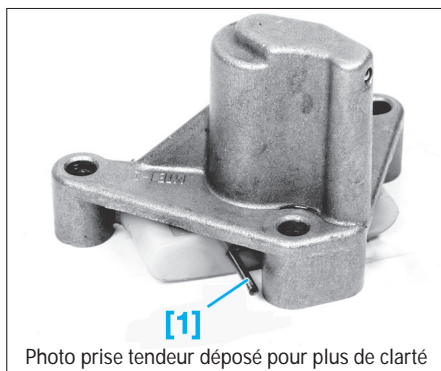

Fig. 53
- Immobiliser le tendeur de chaîne avec la goupille [1] (Fig.53).